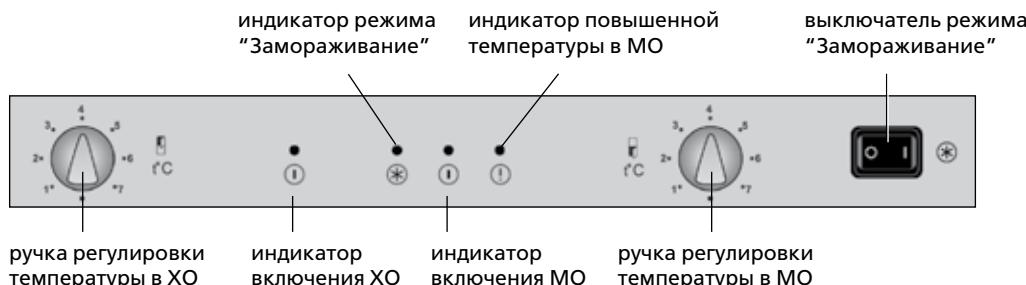

Рисунок 5 – Органы управления и индикации
**3.1.2** Включение отделения и регулировка температуры в ХО или МО производится с помощью ручек (см. рисунок 5). При первом включении рекомендуется установить ручки на деление "3" или "4", выключатель – на метку "0".